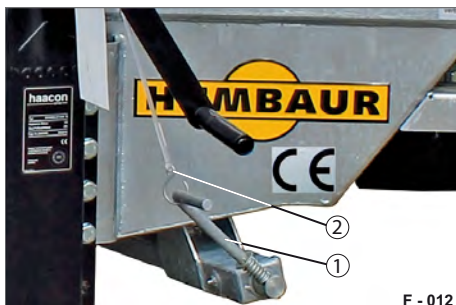

Abb. 16 Spindel-Feststellbremse gesichert
- ▶ Stülpen Sie den Haken des Sicherungsseils (Abb. 16/2) über die Kurbel. Die Spindel-Feststellbremse ist gegen selbstständiges Drehen gesichert.